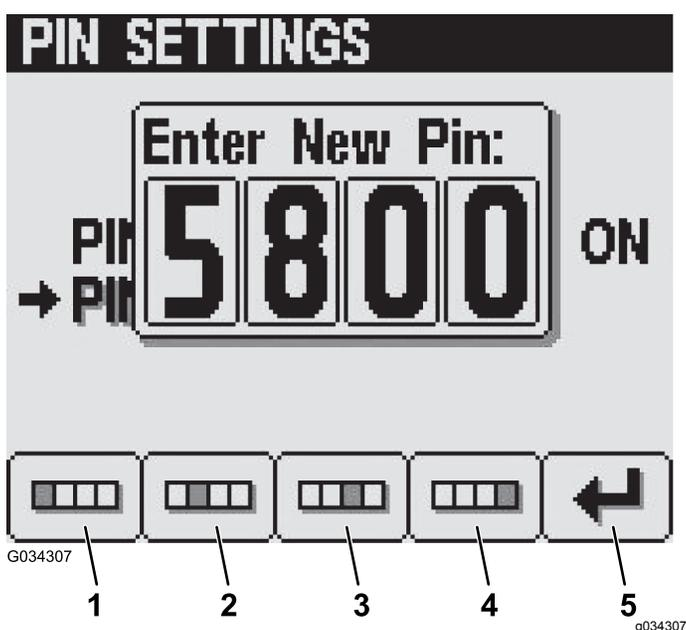

Рисунок 29
5. Введите новый PIN-код при помощи кнопок с 1 по 4 и по окончании ввода нажмите кнопку 5 (Рисунок 29).